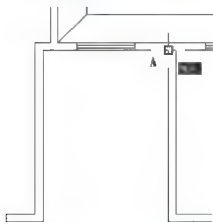
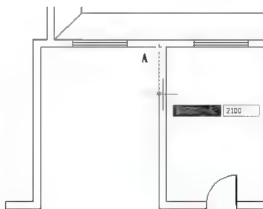

图 2.108 捕捉 A 点
图 2.109 垂直向下拖动鼠标
(1) 将【楼梯】图层设置为当前层。
(2) 启动【直线】命令(快捷键 L), 并且打开【正交】(快捷键 F8)、【对象捕捉】(快捷键 F3) 和【对象追踪】(快捷键 F11) 功能。
① 在指定第一点: 提示下, 捕捉楼梯间阴角点 A 点(图 2.108), 不单击, 然后将光标缓缓地垂直向下拖动, 输入“2100”(图 2.109) 后按 Enter 键。这样就利用【对象追踪】功能将直线的起点绘制在离 A 点垂直向下 2100mm 处。